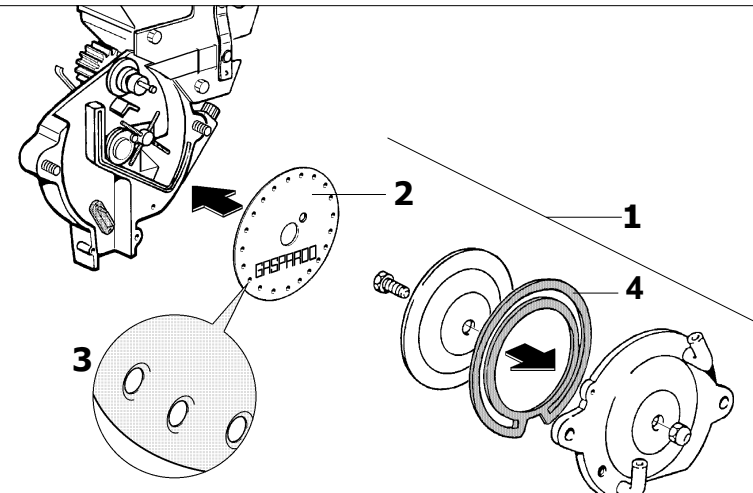

Fig. 10
All'interno dei distributori (1 - Fig. 10) va montato un disco (2 - Fig. 10) scelto in funzione della dimensione del seme (il seme non deve poter entrare nel foro). I semi, che per risucchio vanno a tappare i fori del disco, verranno poi rilasciati sul terreno.
A plate (1 - Fig. 10), chosen according to the size of the seed (2 - Fig. 10), is installed inside the distributors (the seed should not be able to enter the hole). Should suction cause some seeds to clog the holes of the plate, these will be left on the ground. The Manufacturer can supply the client with further sets of plates. (see page 26).
In die Säapparate (1 Abb. 10) wird eine Scheibe montiert (2 Abb. 10), die je nach Samengröße (der Samen darf nicht in das Loch eintreten) gewählt wird. Die Samen, die durch Ansaugung die Scheibenlöcher verstopfen, werden dann auf dem Acker verteilt. Folgende weitere Scheibenserien kann der Kunde beim Hersteller bestellen (siehe Seite 26).
Dans les distributeurs (1 - Fig. 10) il faut installer un disque (2 - Fig. 10) choisi selon la dimension de la graine (qui ne doit pas entrer dans le trou). Les graines qui bouchent les trous du disque par remous seront ensuite laissées sur le sol.
En el interior de los distribuidores (1 - Fig. 10) se monta un disco (2 - Fig. 10) seleccionado en función del tamaño de la semilla (la semilla no deberá poder pasar por el agujero). Las semillas que por succión obturarán los agujeros del disco serán lanzadas en el terreno. La empresa Fabricante puede suministrar al utilizador otros juegos de discos (Véase pág. 26).
- Il disco deve essere montato con le svasature dei fori (3 - Fig. 10) rivolte verso il coperchio del distributore.
- The disk must be assembled with the hole countersink (3, Fig. 10) turned towards the distributor cover.
- Die Scheibe ist derart zu montieren, daß die Ansenkungen der Bohrungen in Richtung Säapparatdeckel weisen (3, Abb. 10).
- Le disque doit être monté avec les évasures des trous (3 - Fig. 10) tournées vers le couvercle du distributeur.
- El disco debe ser montado colocando el avellanado de los agujeros (3 fig.10) hacia la tapa del tanque.